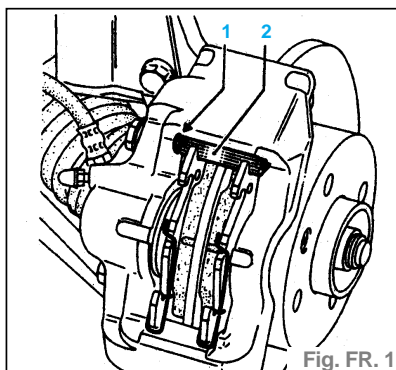

Fig. FR. 1
- Déposer (fig. FR. 1) :
- l'agrafe (1),
- la clavette (2),
- Engager la clavette (2) et remettre l'agrafe (1). (Une seule agrafe par étrier) (fig. FR. 1).